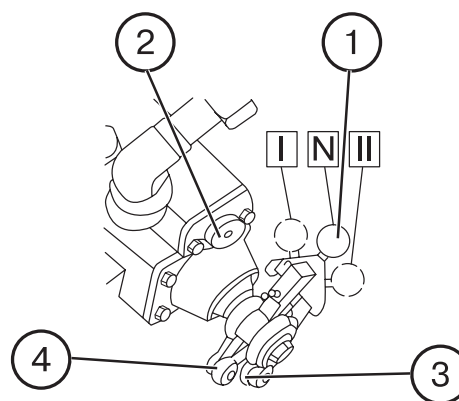

Рис. 27
3. Включите позиционный способ регулирования, для чего переключатель 1 (рис. 27) введите в паз позиционного рычага 4 поворотом его вправо (по ходу трактора).
При высотном регулировании переключатель 1 (рис. 27) установите в среднее положение (N). Для подъема орудия рукоятку 1 (рис. 25) поверните на себя до упора и удерживайте до окончания подъема, после чего рукоятка должна самопроизвольно возвратиться в положение "транспортная нейтраль" (до упора ролика 4 в сектор 3). Опускание производите перемещением рукоятки 1 вперед в зону регулирования (ролик 4 накатывается на сектор 3) до начала опускания орудия.